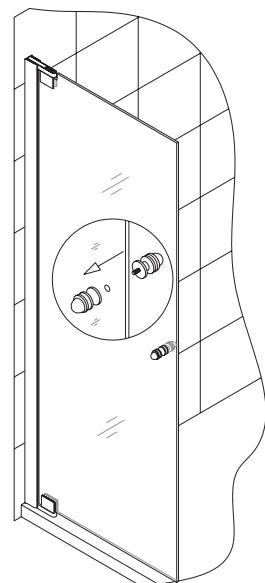

Рис. 6
- Установите ручки (6) на стеклянные двери (3). См. рис. 6 для более подробной информации.